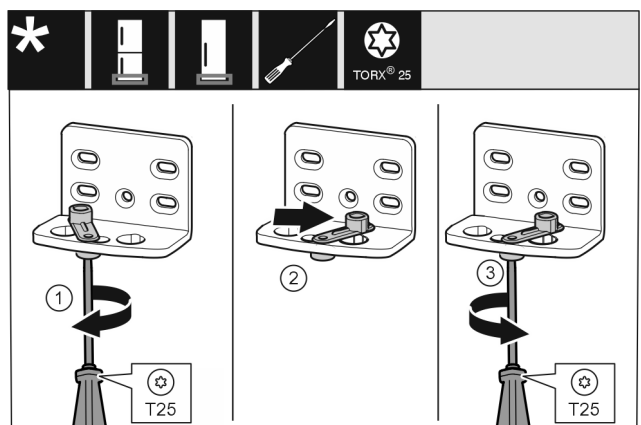

Fig. 13
- ▶ Lazán tekerje be a csavart Fig. 13 (1) csavarhúzóval.
- ▶ Emelje meg az ajtó záródását segítő egységet Fig. 13 (2), és 90°-kal jobbra forgatva tekerje be a furatba.
- ▶ Húzza meg a csavart Fig. 13 (3) csavarhúzóval.